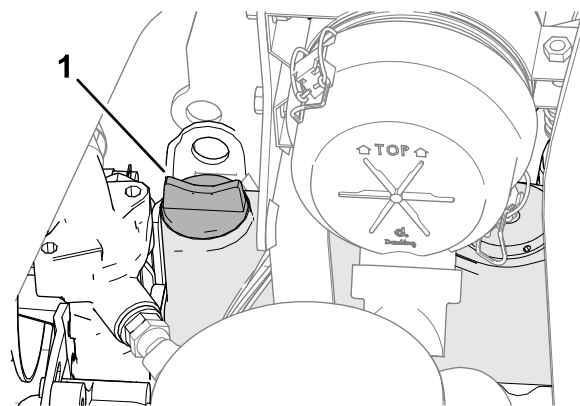

Рисунок 73
5. Если уровень масла ниже допустимого, снимите крышку маслозаливной горловины (Рисунок 73) и постепенно, небольшими порциями долейте масло, периодически проверяя его уровень, до отметки «Полный» на масломерном щупе.